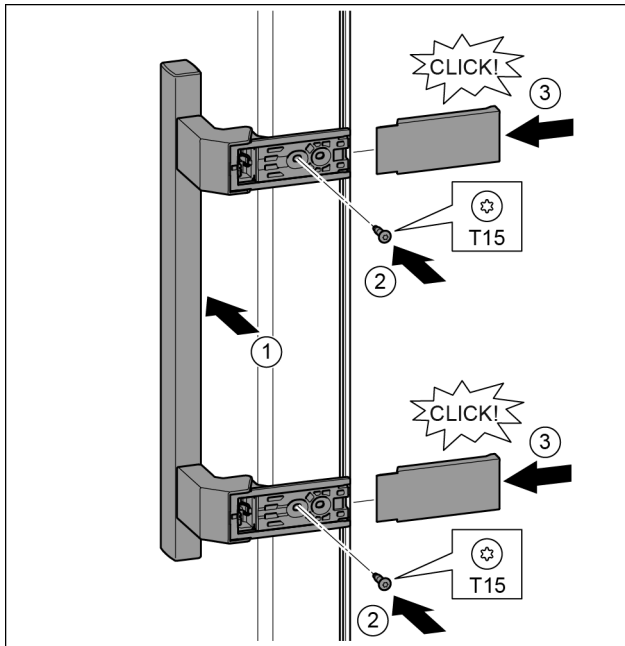

Fig. 19
- ▶ Poser la poignée sur le côté opposé. Fig. 19 (1)
- ▶ Serrer les vis avec un tournevis T15. Fig. 19 (2)
- ▶ Mettre en place les caches latéralement et les encliquer. Fig. 19 (3)